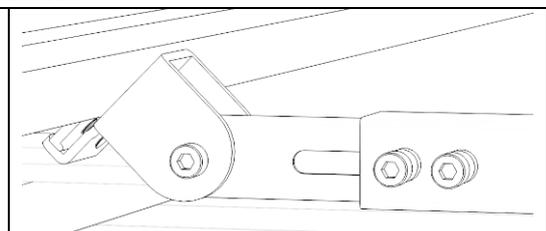
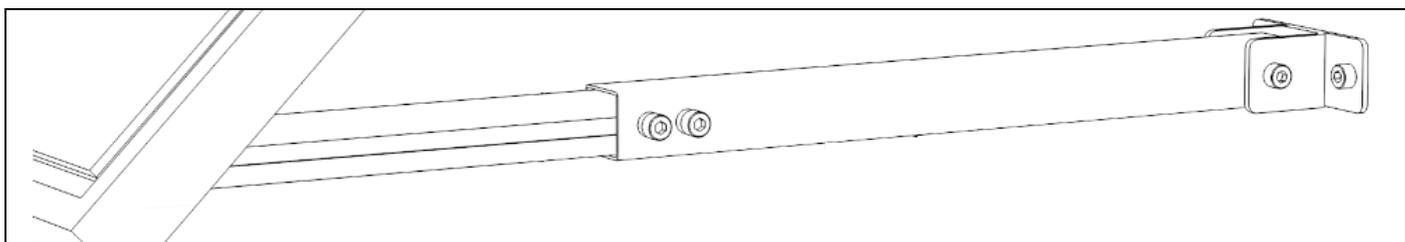

Figura 13
Figura 14
- Utilizzare la vite M8x50 (I) e un dado esagonale (E) per serrare il collegamento (figura 13).
- Allargare la staffa posteriore alla misura adatta con il balcone (figura 14).
**Fase 5:** collegare la staffa posteriore (B) con il supporto (C2)
- Allineare i fori del supporto (C2) e della staffa posteriore (B) (figura 14).